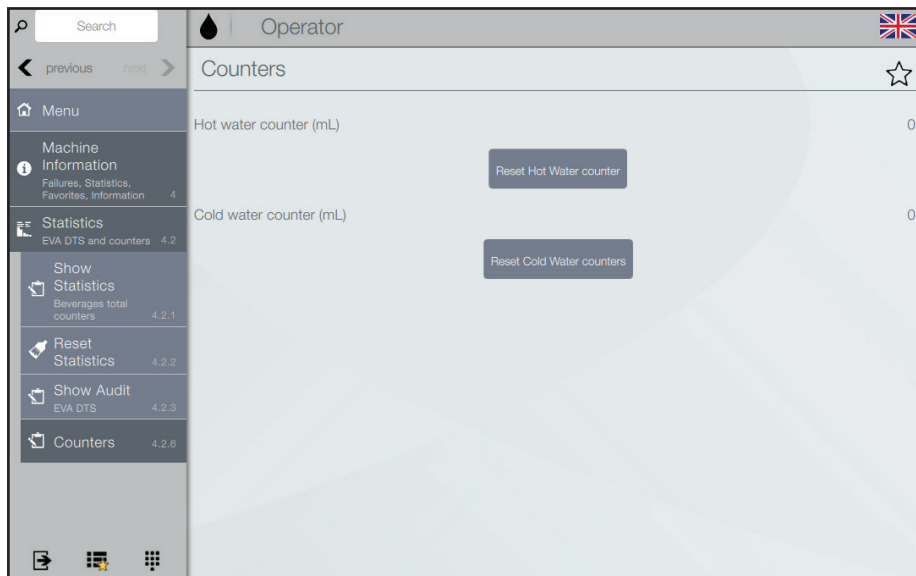

Fig. 6.14- Total teller for vann
- Trykk på "Nullstill teller for varmt vann" for å sette telleren for varmt vann til null (fig. 6.14)